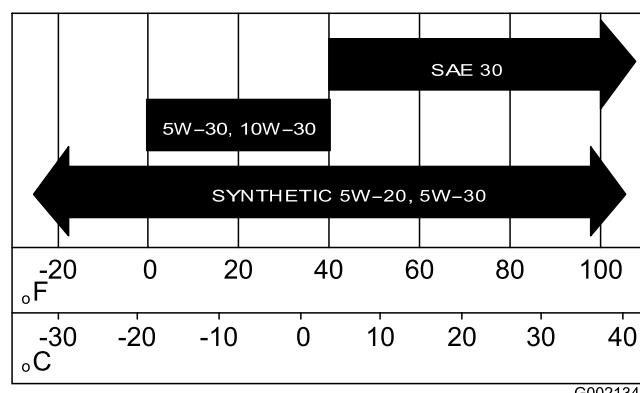

Рисунок 40
5. Залейте в картер двигателя масло указанного типа, см. Рисунок 40 в разделе Замена масла \(модели 07273 и 07273TC\) \(страница 37\).